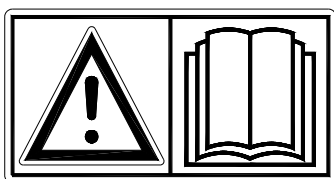

Abb. 1
**Lesen und verstehen Sie** (Abb. 1) die Betriebsanleitung aufmerksam, bevor Sie den Core Collector in Gebrauch nehmen. Wenn die Maschine nicht so benutzt wird, wie in der Betriebsanleitung beschrieben, dann kann das zu Verletzungen und/oder Schäden am Core Collector führen.